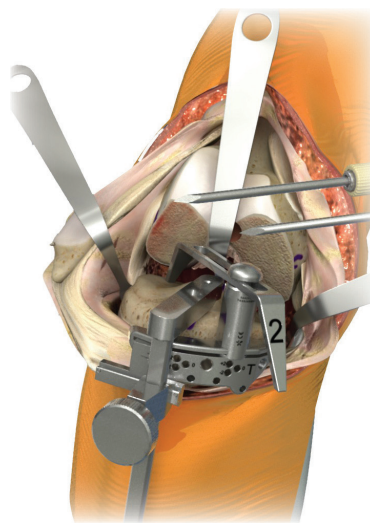

Figura 11
6. Ajuste el nivel de resección bajando el Bloque de Corte Universal hasta que el stylus de tibia toque el punto más bajo del lado menos afectado de la tibia. El stylus de tibia se puede ajustar 2mm. (en el lado afectado) y 9mm. (en el lado no afectado) si se invierte su posición en la ranura de corte del Bloque de Corte Universal (Figura 11).